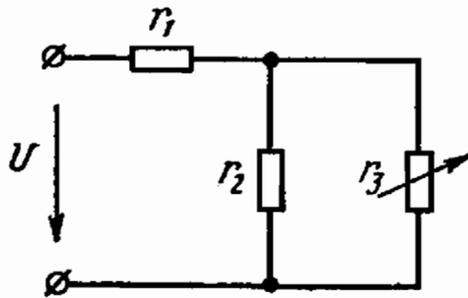

Рис. 1.35
1.35. При какой величине сопротивления r_3 схемы рис. 1.35 в нем выделяется максимальная мощность, если сопротивления $r_1 = 6 \text{ Ом}$, $r_2 = 8 \text{ Ом}$, а напряжение $U = 110 \text{ В}$?